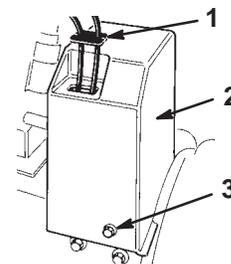

Bild 5
3. Bundbolzen (3)
15. Schieben Sie die Kabelabdeckung über die Kabel und in die Öffnungen an der Riemenabdeckung (Bild 5).